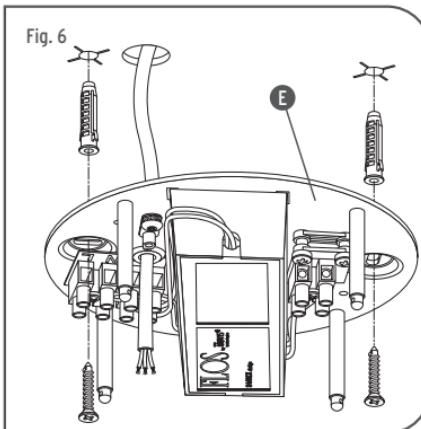
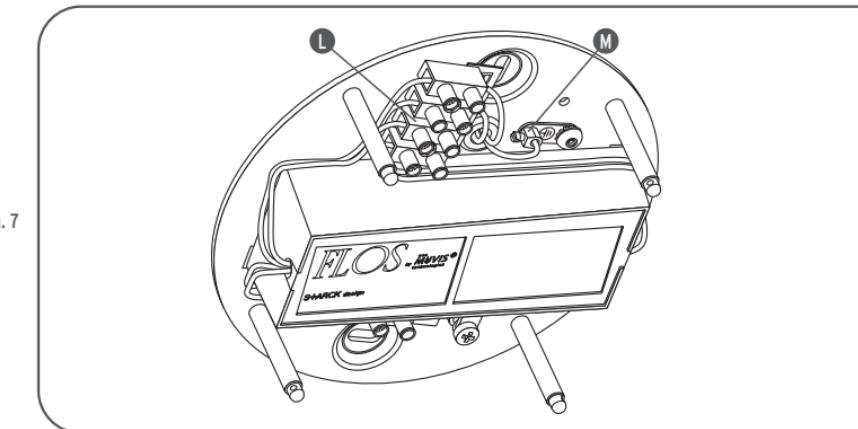

Fig. 6
Fig. 7
Fig.5 Smontare il bloccacavo (H) e scollegare il cavo di alimentazione dalla morsettiera (I); **Fig.6** Fissare l'attacco a muro (E) al soffitto tramite viti e tasselli ad espansione avendo cura di far passare i cavi provenienti dal soffitto dall'apposito foro dell'attacco a muro; **NOTA BENE:** Utilizzare viti e tasselli idonei alla superficie destinata al montaggio; **Fig.7** effettuare i collegamenti elettrici nella morsettiera (L) e al morsetto di terra (M).
Fig.5 Dismantle the cable lock (H) and disconnect the power supply cable from the terminal block (I); **Fig.6** Fix the wall mount (E) to the ceiling using screws and expanding nogs, ensuring that the cables from the ceiling are passed through the relevant hole on the wall mount; **NOTE:** Use screws and nogs which are suitable for the assembly surface; **Fig.7** make the electrical connections in the terminal block (L) and to the earth block (M).
Abb.5 Die Kabelblockierung (H) abmontieren und den Stromzuführkabel auf der Klemmleiste (I) abtrennen; **Abb.6** Die Wandhalterung (E) auf der Decke mittels Schrauben und Spreizdübeln befestigen, indem aufgepasst wird, dass die Kabel, die von der Decke her kommen, durch die eigens dafür vorgesehene Öffnung durchgeführt werden. **BEACHTEN SIE:** dass Schrauben und Dübel verwendet werden, die für die Oberfläche geeignet sind, wo die Lampe montiert werden soll; **Abb.7** Die elektrischen Verbindungen auf der Klemmleiste (L) und dem Massepol (M) durchführen.
Fig.5 Démonter le bloque-câble (H) et débrancher le câble d'alimentation du serre-câbles (I); **Fig.6** Fixer l'attache murale (E) au plafond à l'aide de vis et de vis tamponnées en ayant soin de faire passer les câbles provenant du plafond dans le trou de l'attache murale prévu à cet effet; **NOTE:** utiliser des vis et des chevilles appropriées à la
surface destinée au montage; **Fig.7** effectuer les raccordements électriques dans le serre-câbles (L) et à la borne de terre (M).
Fig.5 Desmontar el bloque cable (H) y desconectar el cable de alimentación de la tabla de borne (I); **Fig.6** Fijar el soporte a pared (E) al techo con tornillos y tacos a expansión haciendo pasar los cables provenientes del techo en el agujero correspondiente del soporte a pared; **NOTA IMPORTANTE:** Utilizar tornillos y tacos idóneos a la superficie por el montaje; **Fig.7** hacer las conexiones eléctricas en la tabla de borne (L) y al borne de tierra (M).
Fig.5 Desmontar a trava do cabo (H) e desligar o cabo de alimentação do painel de bornes (I); **Fig.6** Fixar o suporte de parede (E) ao teto com os parafusos e as buchas de expansão tomando cuidado para passar os cabos provenientes do tecto no furo apropriado do suporte; **OBSERVAR BEM:** Utilizar parafusos e buchas idóneas ao tipo de superfície destinada a montagem; **Fig.7** efectuar as ligações eléctricas no painel de borne (L) e ao borne de terra (M).
Рис.5 Снять блокировку кабеля (H) и отсоединить кабель питания от клеммной колодки (I); **Рис.6** Прикрепить настенное крепление (G) к потолку посредством винтов и расширительных вставок, обращая внимание на прохождение кабелей, выходящих из потолка через специальное отверстие настенного крепления. **ПРИМЕЧАНИЕ:** Использовать винты и вставки, соответствующие поверхности, предусмотренной для монтажа; **Рис.7** Осуществить электрические соединения в клеммной колодке (L) и с заземляющим зажимом (M).